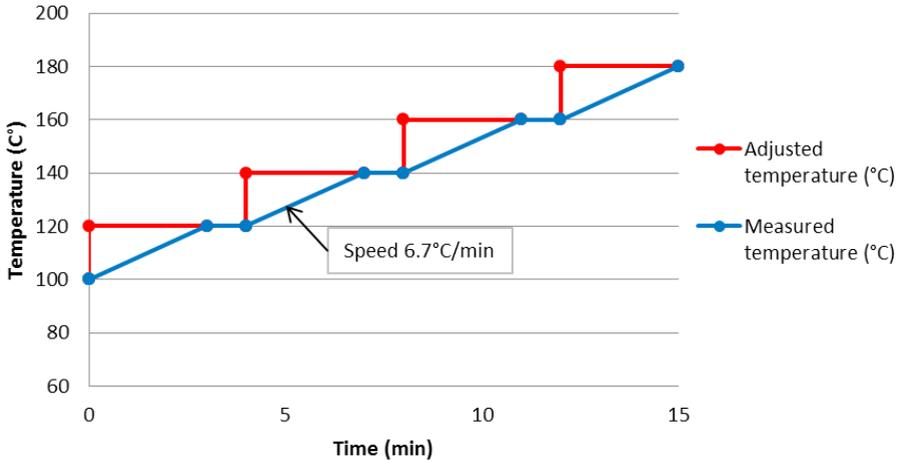

Abb. 1 Wenn die Temperaturanstiegsrate mehr als 5° C/Minute beträgt, muss die Zeit zwischen den Erhöhungsschritten berücksichtigt werden.
4. Öffnen Sie schrittweise das Dampfkondensatventil, um die Kondensation zu starten. Die Erhöhung der Temperatur muss schrittweise in max. 20 °C-Schritten erfolgen und sich anschließend stabilisieren (bei Inbetriebnahme beträgt die Temperaturanstiegsrate max. 5° C/Minute). Die Temperatur wird durch Erhöhung des Drucks erhöht. Der Druck der Dampfseite muss immer niedriger als der Druck der Kühlseite sein. (Abb. 1 und 2).